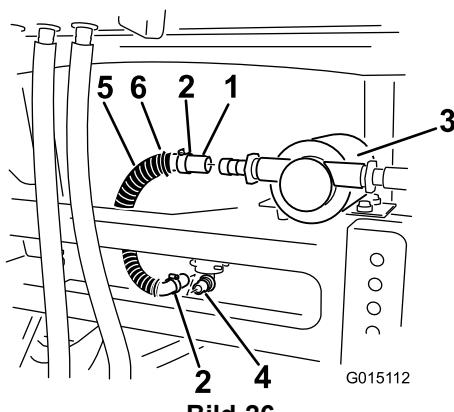

Bild 26
- Befestigen Sie ein Schlauchende am 90-Grad-Anschlussstück unten am Spülbehälter (Bild 26).
- Ermitteln Sie die Spülpumpenabdeckung in den losen Teilen und bringen Sie diese über der Pumpe an (Bild 26).